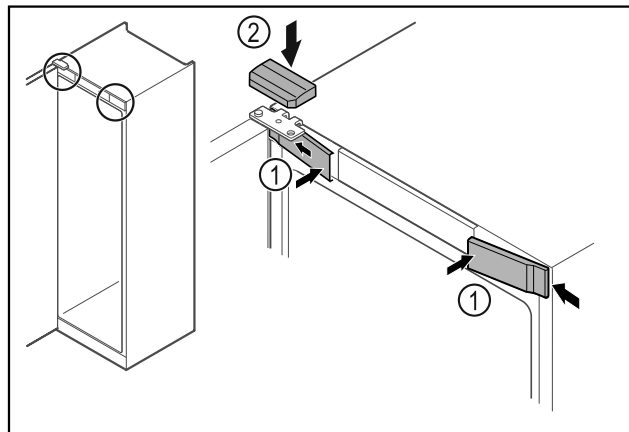

Fig. 49 \*
- ▶ Haakige eesmised katted Fig. 49 (1) küljel külge ja fikseerige.\*
- ▶ Haakige ülemine kate Fig. 49 (2) ülalt lahti.\*